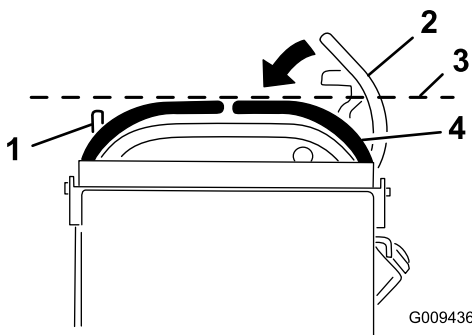

Figura 69
3. Empuje la palanca de control de movimiento de la derecha hacia abajo, sacándola de la posición de bloqueo/punto muerto (Figura 69).
4. Compruebe que la palanca de control de movimiento de la derecha quede alineada en sentido horizontal con la palanca de control de movimiento de la izquierda (Figura 69).